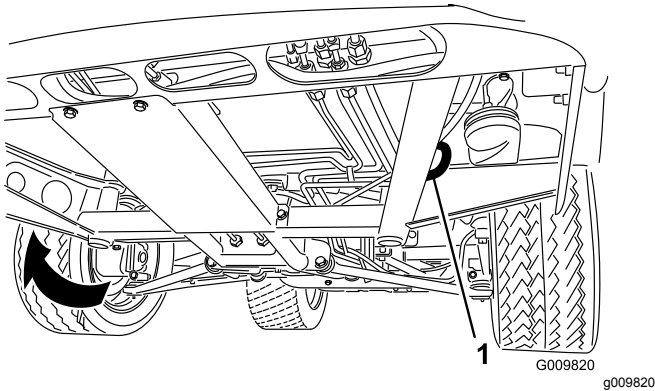
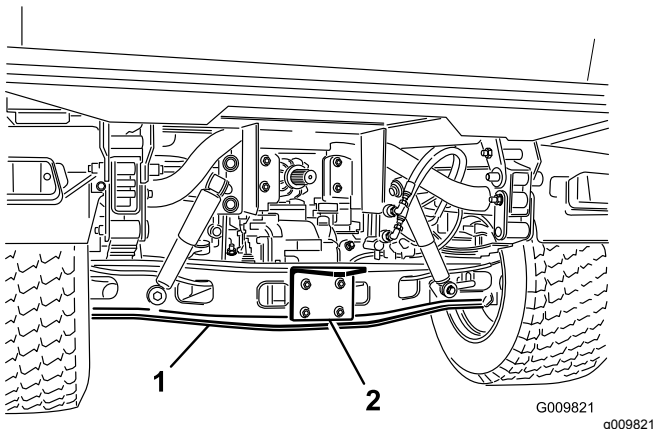

图19
图20
请参阅图19和图20查看机器栓系点的位置。
1. 将拖绳系在机器机架前面的牵引杆上图19。